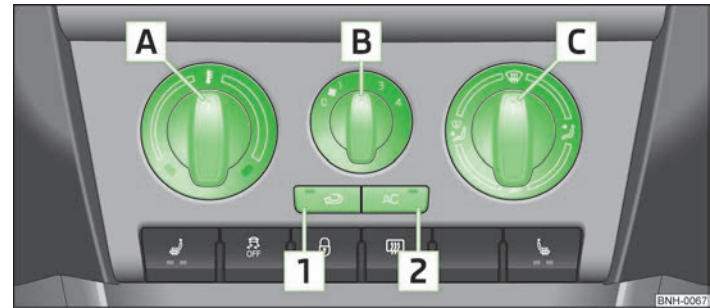

Abb. 60 Klimaanlage: Bedienungselemente
Die Kühlanlage arbeitet nur dann, wenn die Taste **(AC) [2]** » Abb. 60 auf Seite 63 gedrückt ist und folgende Bedingungen erfüllt sind:
- Den Drehregler **[A]** » Abb. 60 nach rechts drehen, um die Temperatur zu erhöhen.
- Den Gebläseschalter **[B]** » Abb. 60 in eine der Positionen 1 bis 4 drehen, um das Gebläse einzuschalten.
- Mit dem Luftverteilungsregler **[C]** » Abb. 60 wird die Richtung des Luftaustritts geregelt » Seite 61.
- Die Taste **(AC) [2]** » Abb. 60 drücken, in der Taste leuchtet die Kontrollleuchte auf.
- Bedienungselemente **A** » Abb. 60 auf Seite 63, **B**, **C** und Tasten **1** und **2**.
- › Die Taste  **1** » Abb. 60 auf Seite 63 drücken, in der Taste leuchtet die Kontrollleuchte auf.
- › Die Taste  **1** » Abb. 60 auf Seite 63 erneut drücken, die Kontrollleuchte in der Taste erlischt.
Wenn der Luftverteilungsregler **C** » Abb. 60 auf Seite 63 in die Position  gedreht wird, wird der Umluftbetrieb automatisch ausgeschaltet. Durch wiederholtes Drücken der Taste  kann auch in dieser Stellung der Umluftbetrieb wieder eingeschaltet werden.